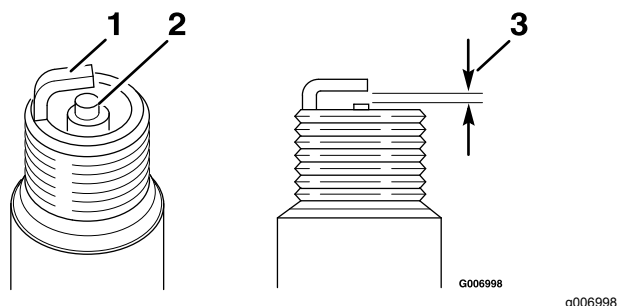

Рисунок 22
5. Установите в свече зазор, равный 0,6–0,7 мм; см. Рисунок 22.